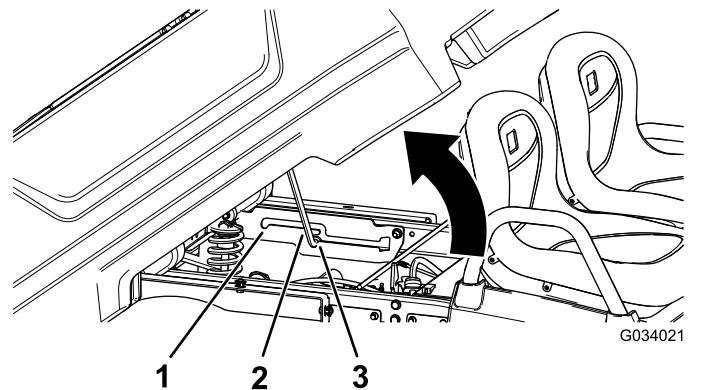

图 12
2. 将支撑杆拉入倾倒地位置止动槽固定货斗以进行倾倒地图 12。
2. 将支撑杆拉入维修位置止动槽固定货斗以进行维护图 12。
2. 将支撑杆拉出止动槽图 12。